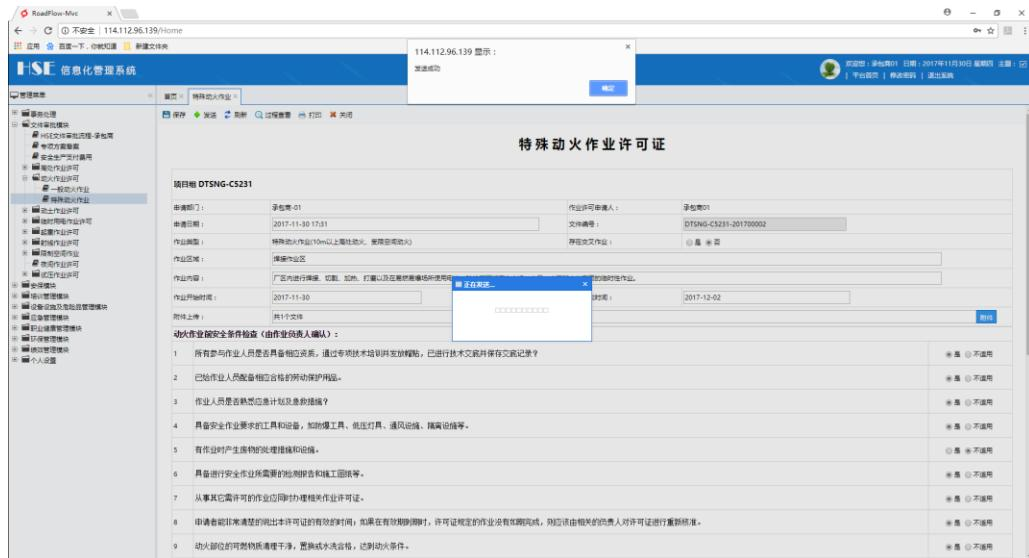

图 5.2-28 流程发送结束
8. 系统弹出“发送成功”，则流程发送完毕，如图 5.2-28 所示：